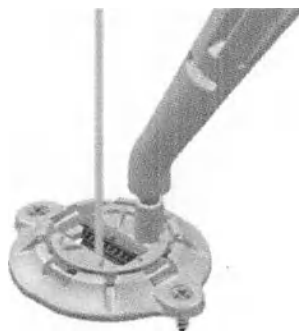

Рисунок 20. Расположение фиксатора на основании
6. Стабилизируя электрод для ГСМ, осторожно разместите фиксатор над основанием, чтобы электрод для ГСМ был расположен в открытом канале фиксатора. Расположите фиксатор таким образом, чтобы статическая сторона отверстия находилась напротив электрода (Рисунок 20).